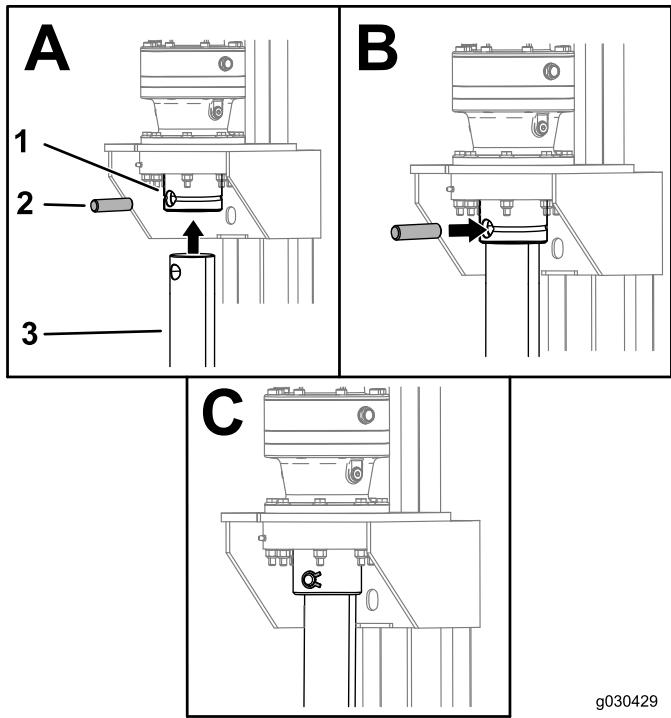

Figura 5
Instale las estacas nuevas alineando el taladro de la estaca con el taladro del motor, y sujetelas con los pasadores y los clips que retiró anteriormente (Figura 5).
5. Amarre la estaca al motor como se muestra en Figura 5.